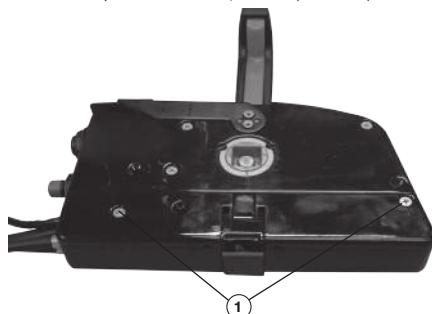

Рис. 11 Снятие нижней крышки блока
- Открутите два винта крепления и снимите нижнюю крышку блока дистанционного управления (Рис. 11).
- Установите наконечники 5 тросов управления на оси рычагов привода тросов управления на блоке дистанционного управления (Рис. 11). Закрепите наконечники 5 на осях рычагов 2 и 3 стопорными кольцами 6 (Рис. 11).